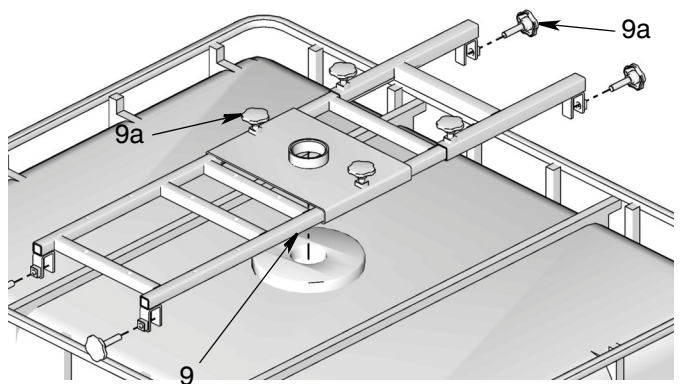

Рис. 7
2. Установите верхнюю скобу (9) по центру контейнера IBC, совместив отверстие посередине скобы с отверстием в верхней части резервуара. Закрепите скобу (9) на месте, надежно затянув шесть ручек (9a) (Рис. 7 и 8).